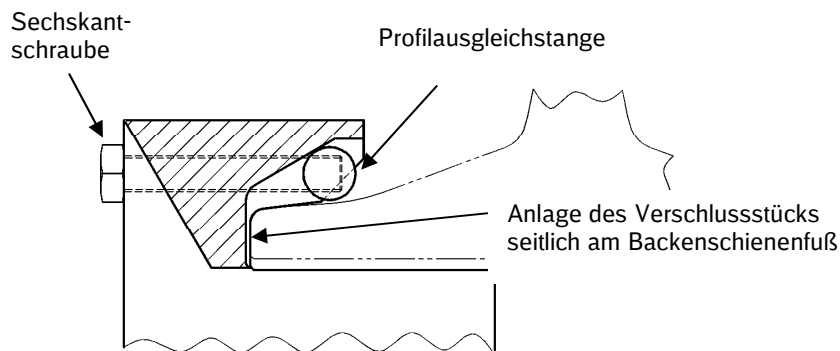

Bild 8a Stellung der Profilausgleichstange bei Montage
- Verschlussstückschrauben montieren und Sicherungsmuttern bis zur seitlichen Anlage am Schienenfuß (Bild 8a) leicht anziehen